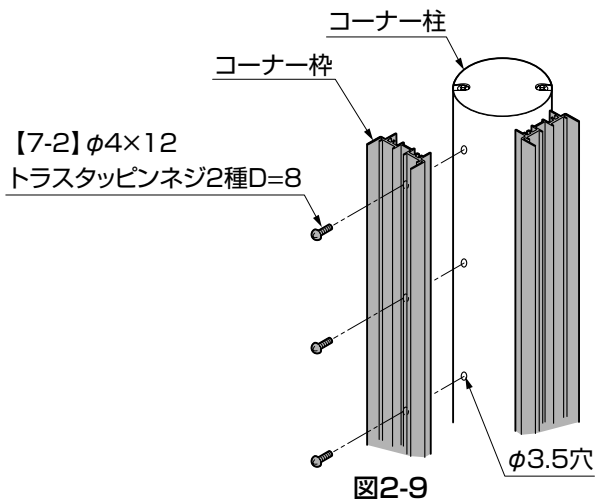

図2-9
④コーナー枠を【7-2】でコーナー柱に取付けてください。(図2-9参照)